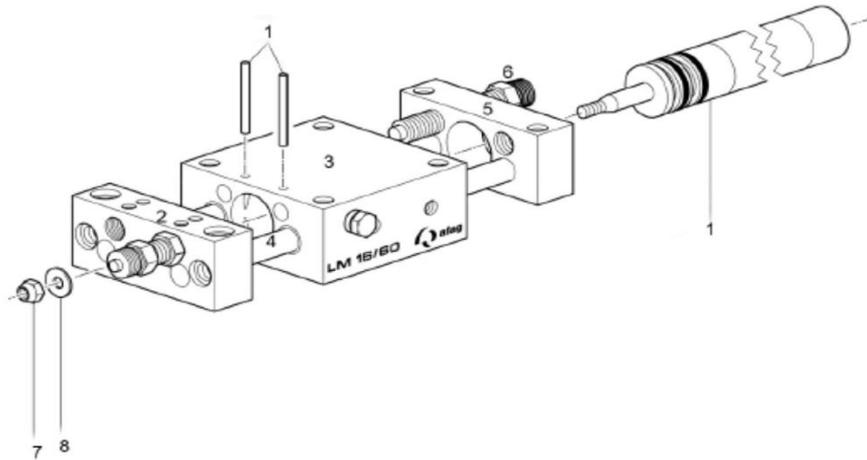

Abb. 23 Verschleissteile austauschen - LM 16
- Grundkörper (Abb. 23, 3) im Schraubstock spannen und Sicherungsmutter (Abb. 23, 7) lösen - dabei muss die Kolbenstange festgehalten werden.
- U-Scheibe (Abb. 23, 8) entfernen.
- Die 2 x Schwerspannstifte (Abb. 23, 1) auf der Handpresse herausdrücken.
- Modulzylinder (Abb. 23, 1) nach hinten aus dem Grundkörper (3) entfernen.
- Grundkörper (Abb. 23, 3) reinigen.
- Den neuen Zylinder (Abb. 23, 1) in den Grundkörper (Abb. 23, 3) einsetzen.
- 2x Schwerspannstifte (Abb. 23, 1) auf Handpresse in Grundkörper (Abb. 23, 3) eindrücken.
- Kolbenstange in Stirnplatte (Abb. 23, 2) einsetzen und U-Scheibe auflegen.
- Kolbenstange festhalten und Mutter (Abb. 23, 7) auf Kolbenstange festschrauben.
- Endkontrolle vor dem Moduleinbau durchführen: Die Führungswellen (Abb. 23, 4) müssen im Grundkörper (Abb. 23, 3) verschiebbar sein.